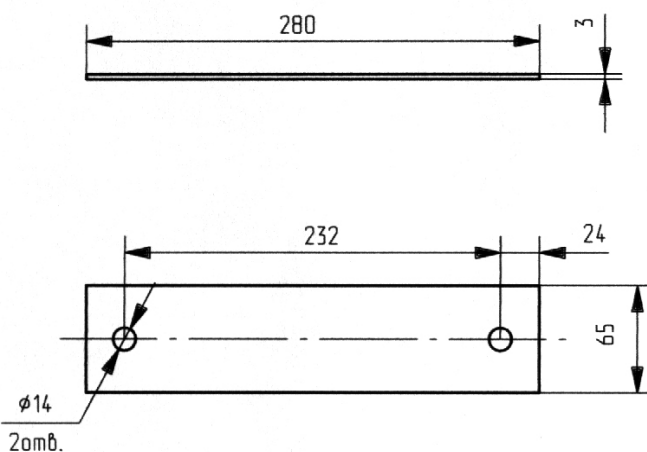

Рисунок 11. Пластина регулировочная.
- подобрать пакет регулировочных пластин (см. рисунок 11) толщиной “А”, установить его между поперечиной и поддерживающей опорой и закрепить болтами поддерживающую опору на поперечине;